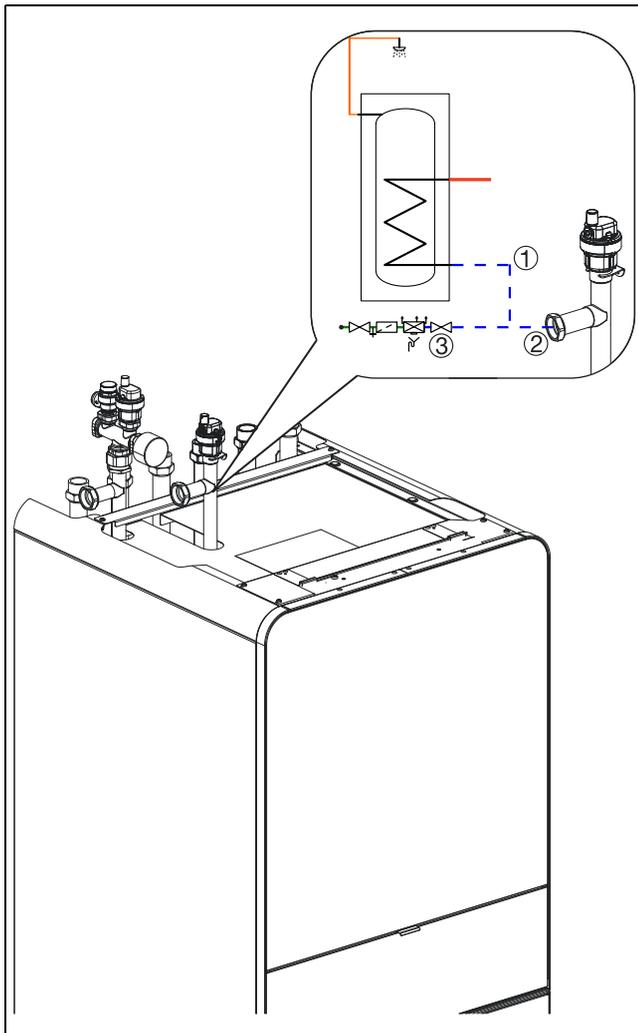

Fig. 9 Le remplissage de l'installation de chauffage et des radiateurs doit s'effectuer par la conduite de retour vers la pompe à chaleur.
- ▶ Installer les conduites d'eau chaude sanitaire entre l'unité intérieure et le ballon d'eau chaude sanitaire placé à côté. Installer le robinet de remplissage VW2 sur le tube retour du serpentin d'eau chaude sanitaire (froid), voir fig. 9.